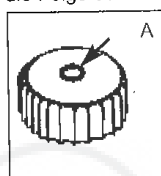

Fig. 12A
**HINWEIS:** Halten Sie das Entlüftungsventil (A) und den Tankdeckel sauber (Fig. 12A).